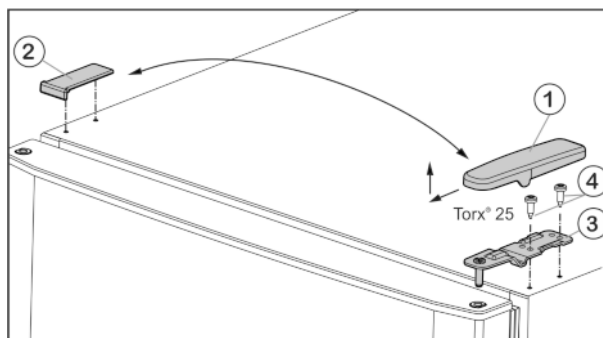
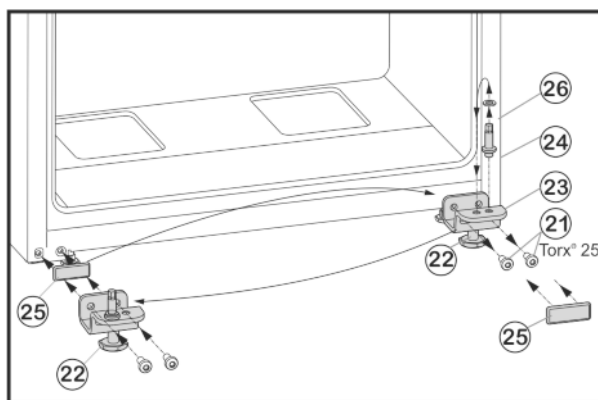

Fig. 4
Fig. 6
- Kryt Fig. 4 (1) stáhněte dopředu a nahoru.
- Kryt Fig. 4 (2) zvedněte.
- Horní stojan ložiska *Fig. 4 (3)* odšroubujte (2 krát Torx® 25) *Fig. 4 (4)* a stáhněte nahoru.
- Upevňovací šrouby *Fig. 6 (21)* odšroubujte.
- Vyjměte spodní stojan ložiska *Fig. 6 (23)* i s ložiskovým čepem *Fig. 6 (24)*, podložkou *Fig. 6 (26)* a seřizovací nožkou *Fig. 6 (22)*.
- Ložiskový čep *Fig. 6 (24)* kompletně odšroubujte i s podložkou *Fig. 6 (26)*, přemístěte do protilehlého upínacího otvoru stojanu ložiska a opět přišroubujte.
- Krycí desku *Fig. 6 (25)* opatrně sejměte a přemístěte ji na protější stranu.
- Spodní stojan ložiska *Fig. 6 (23)* opět kompletně, i s ložiskovým čepem *Fig. 6 (24)*, podložkou *Fig. 6 (26)* a seřizovací nožkou *Fig. 6 (22)*, případně s pomocí akumulátorového šroubováku **silou (4 Nm)** našroubujte na nové straně závěsu dveří.
- Spodní dveře nasad'te shora na ložiskový čep *Fig. 6 (24)*.
- Prostřední stojan ložiska (13) otočený o 180° nasad'te do spodních dvířek a našroubujte jej pomocí upevňovacích šroubů (11) (2 x Torx® 25) pevně na novou stranu závěsu dveří (4 Nm).
- Opět nasad'te plastovou podložku (10).
- Horní dvířka usad'te na prostředním ložiskovém čepu (13).
- Horní stojan ložiska *Fig. 4 (3)* vložte na nové straně závěsu do dvířek.
- Horní stojan ložiska **pevně přišroubujte (4 Nm)** (2krát Torx® 25) *Fig. 4 (4)*. Popřípadě použijte akumulátorový šroubovák.
- Kryt *Fig. 4 (1)* na opačné straně zvenčí nasad'te a nechte zaklapnout.
- Kryt *Fig. 4 (2)* vždy na opačné straně shora nasad'te a nechte zaklapnout.
- Seřizovací nožku *Fig. 6 (22)* na spodním stojanu ložiska *Fig. 6 (23)* vytáchejte, až dosedne na zem.